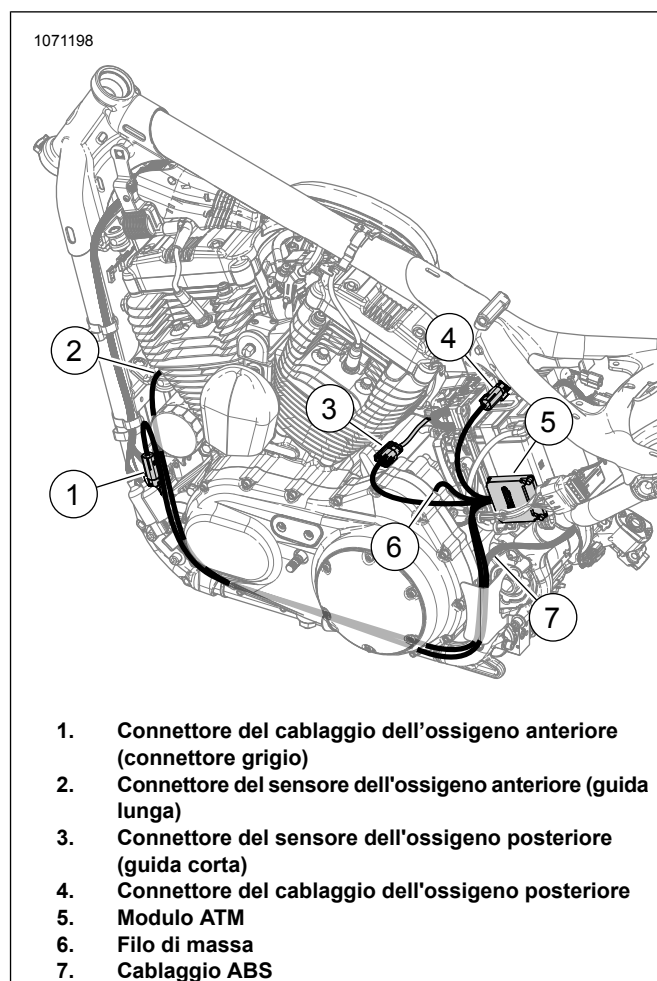

Figura 50. Disposizione del cablaggio ATM (segnaposto)
12. Vedere Figura 50. Installare il modulo ATM (5).
Vedere Figura 50. Disporre e collegare il filo di massa dell'ATM (6) al perno di massa **pulito**. Serrare a: